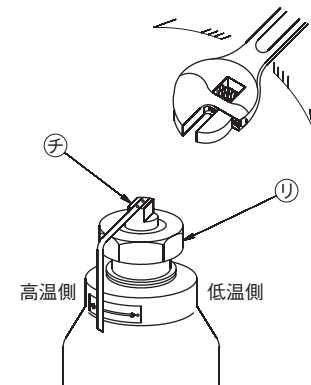

図3 温度調整部の外観図
- (1) 冷水入口①から入って来た冷水は②点で二方向に分かれ、一方はKFR3型混合弁の冷水入口③及びダイヤフラム室上部④に接続され、他の一方はOQS3型熱交換器のコイル入口⑤から入り熱交換されて高温水となりコイル出口⑥から出て混合弁の高温水入口⑦に接続されます。
- (2) 温水が使用されるまではKFR3型混合弁はばねによって閉弁しておりますが、温水が使用され始めると冷水入口①の冷水圧力と温水出口⑧の吐出圧力との差圧をKFR3型混合弁のダイヤフラム室④、⑤で検出し、自動的に弁開度を調整し、冷水と高温水との混合割合を変えて希望する温度の温水をKFR3型混合弁の温水出口⑧から使用箇所に送ります。
- (3) 一方、蒸気はOQS3型熱交換器の蒸気入口⑨から熱交換器内に入りコイル内の冷水と熱交換を行い、ドレンとなってBFF27型多量トラップの出口⑩から排出されます。
- (4) 設定温度はロックナット⑪(図3参照)を1/4回転程度緩めて調節プラグ⑫を高温側又は低温側に回すことにより、容易に上昇又は下降できます。温度設定後はロックナット⑪をしっかり締めます。
- (5) 本装置は全く機械的に高温水と冷水の混合量を変える機構のため、冷水温度が大幅に変化しますと装置出口の温水温度も若干変化します。通常は冷水温度の変化は大きくないので、温水温度はほとんど影響を受けないとみて差し支えありません。ただし、夏と冬などでは冷水温度の変化が大きくなりますので、温度設定を変える必要がある場合があります。
**温度調整要領** 約2～3m3/hの温水を流したままロックナット⑨を1/4回転程度緩めて温度計を見ながら、調節プラグ⑦を少しずつ左右に回してください(温度を下げる際は上から見て反時計方向に、温度を上げる際は時計方向に回します。図3参照)。温度設定後は調節プラグ⑦を固定しながらロックナット⑨を再びしっかり締めてください。
- (5) 以上で調整は終わりました。温水使用量が変化しても自動的に一定温度の温水が得られますから、設定温度を変更する場合を除いて調整する必要はありません。
- (6) 運転停止時は蒸気止め弁⑥を閉じてください。